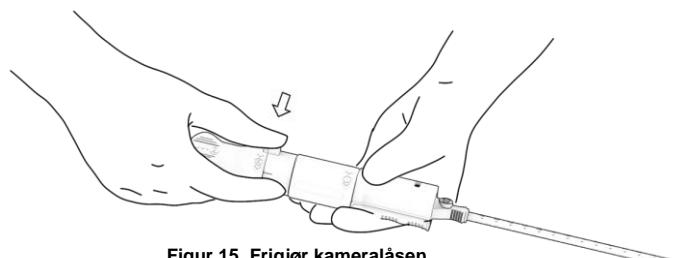

Figur 14. Fjerning av ledetråden.
- a. Finn indikatoren som er merket «3» og fjern ledetråden fra pasienten og PerQseal+ lukkeinnretning. Fjerning av ledetråden kan utføres av en assistent. Figur 14.